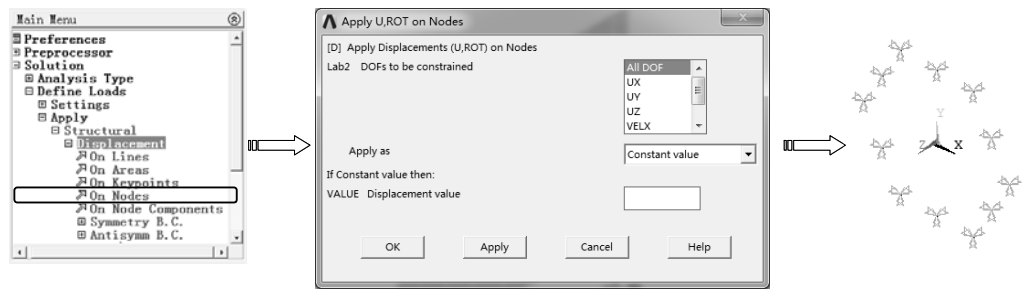

图 6-66 施加自由度约束
5) 选择“Main Menu>Solution>Define Loads>Apply>Structural>Displacement>On Lines”命令，弹出实体选取对话框，单击“Pick All”按钮选择当前选择集中的所有节点，单击“OK”按钮，弹出“Apply U, ROT on Nodes”对话框，在“DOFs to be constrained”列表框中选择约束类型“All DOF”，在“Displacement value”文本框中输入数值0（输入数值时默认为0），单击“OK”按钮完成约束，如图 6-66 所示。